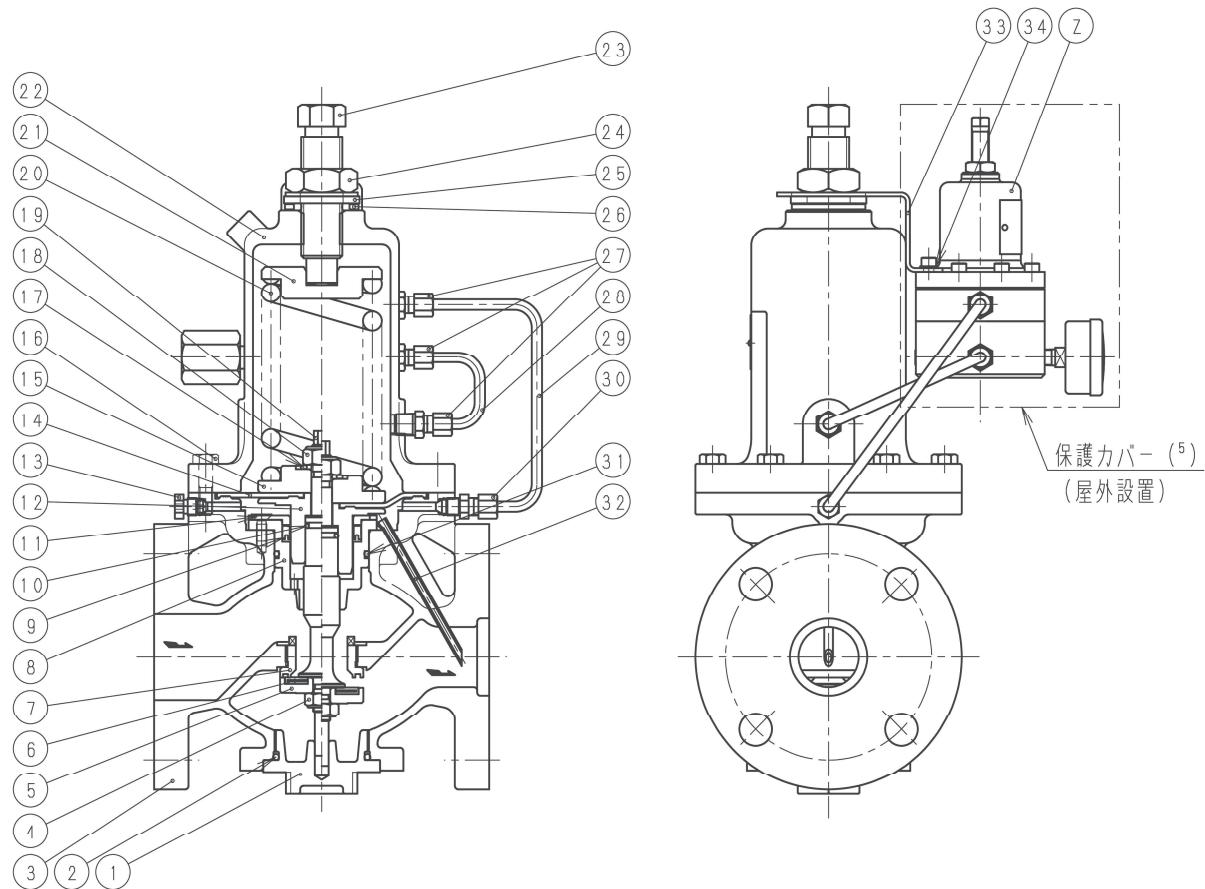
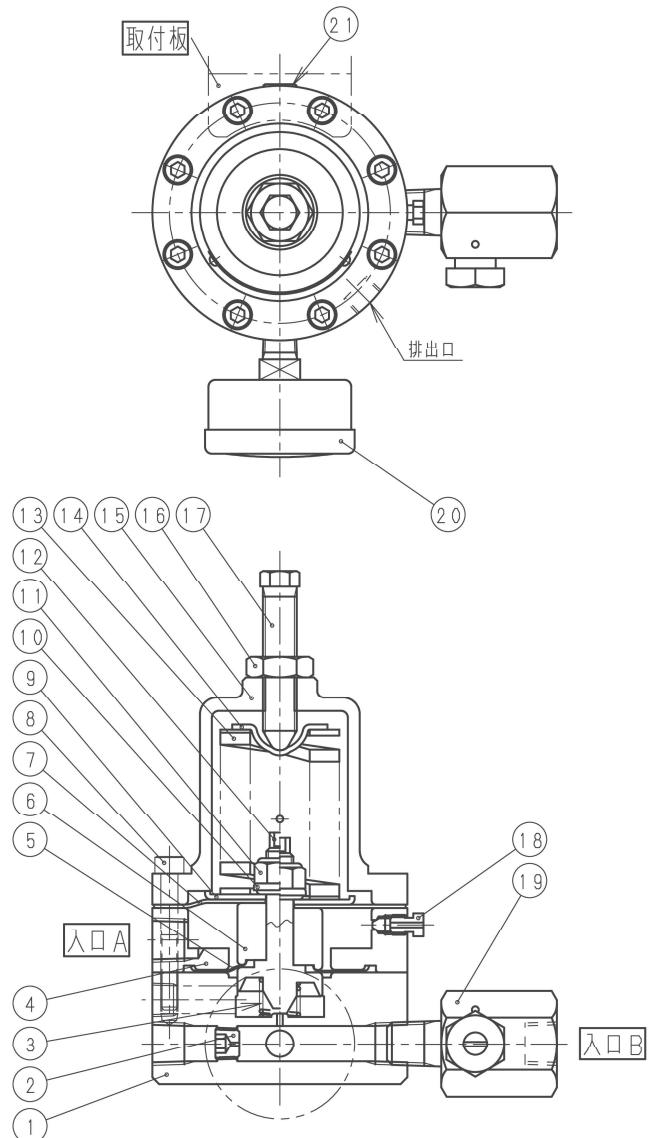

図4 構造例(呼び径 50)
図5 PCの構造(図4②詳細)
内部検出方式の場合の構造例を図 4 及び図 5 に示します。主要各部の名称は表 1 及び表 2 を参照してください。なお、主弁の構造は呼び径や弁箱材料などにより異なります。
注(4) 詳細は図5及び表2を参照してください。
- (3-2) 本弁を取り付ける際には、流体の流れ方向と弁箱③(図 4 参照)の鋲出し矢印の方向を必ず一致させてください。逆向きに取り付けて流体圧力を加えた場合、内部部品が変形・破損する危険性があります。
- (3-3) 本弁に過大な配管応力が加わらないよう配管の支持や固定をしっかりと行ってください。弁箱③に過大な応力が加わった場合、作動不良や弁漏れを引き起こすだけでなく、弁箱③が破損して外部に流体が流出する危険性があります。
- (3-4) 本弁を屋外に設置する場合は PC をカバー等で覆うなど、雨水等の流入を防止する措置を講じてください(図 4 参照)。その際、排出口は絶対に閉塞しないでください。
- (1) 操作用空気配管を絞り弁 Z-⑯(図 5 参照)の入口 B に接続してください。絞り弁 Z-⑯の入口側には圧力計を設置してください。